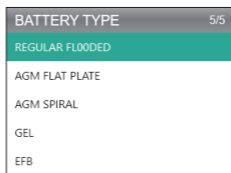

Figura 4.2.3
3. Selecione o tipo de bateria correspondente e pressione [OK] (Veja Figura 4.2.3). O tipo específico de bateria é normalmente listado na etiqueta da bateria.